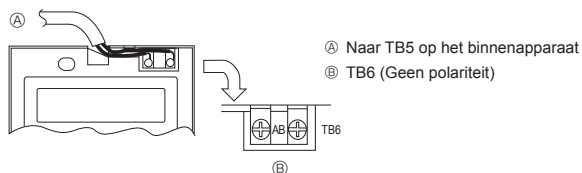

Fig. 6-5
2) Aansluitprocedure (Fig. 6-5)